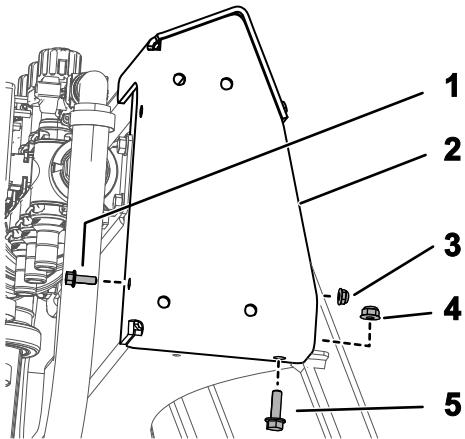

图2
- 使用 1 个螺栓 (1/4~20 x 3/4 英寸)、1 个螺母 (1/4~20 英寸)、1 个锁紧螺栓 (5/16~18 x 1 英寸, GR5) 和 1 个凸缘螺母 (5/16~18 英寸) 安装上支架，如图2 中所示。